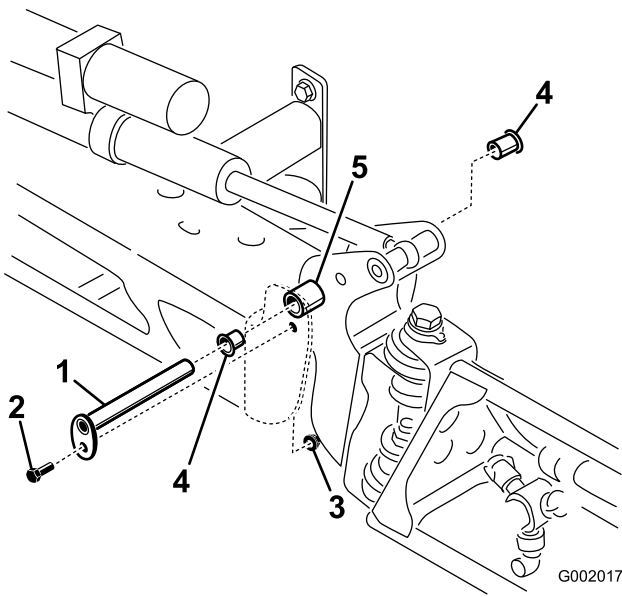

Figura 72
3. Quando il peso della barra è supportato, togliete il bullone e il dado che fissano il perno di articolazione nel gruppo barra (Figura 72). Togliete il perno di articolazione.
5. Togliete le boccole di nylon dal lato frontale e posteriore della staffa orientabile e controllatele (Figura 72). Sostituite le boccole avariate.
7. Montate la barra e la staffa orientabile nel telaio centrale, allineando i fori (Figura 72).